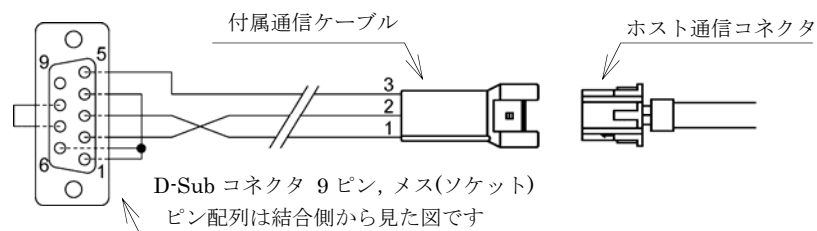

図 7.6 付属通信ケーブル・D-Sub9 ピンコネクタ 結線図
- 付属通信ケーブルを使用してホスト機器の RS-232C ポート (D-Sub9 ピン) に接続する場合は、図 7.6 に従って結線してください。